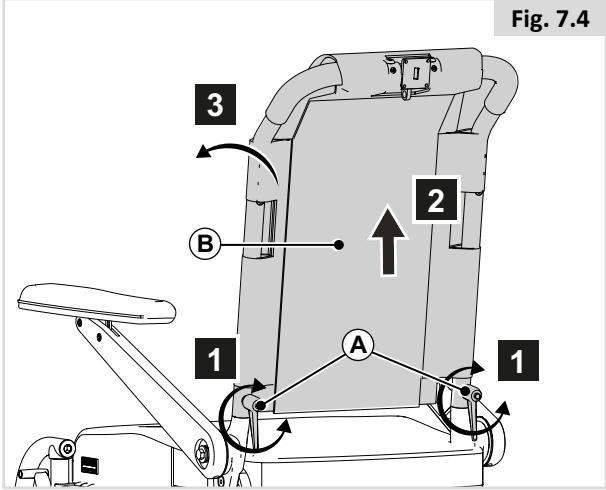

Fig. 7.4
7.3 Slå ryglænet ned (Fig. 7.4)